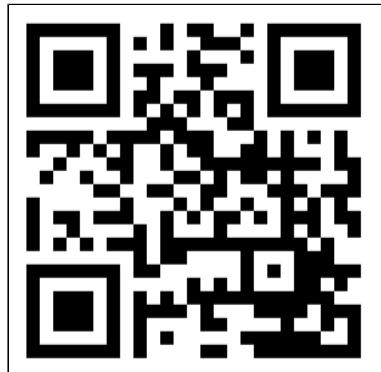

Figure 60.
1. Ouvrez le manuel de l'application Eurom Smart avec le QR-code (Figure 60) ou rendez-vous sur www.eurom.nl/nl/manuals.